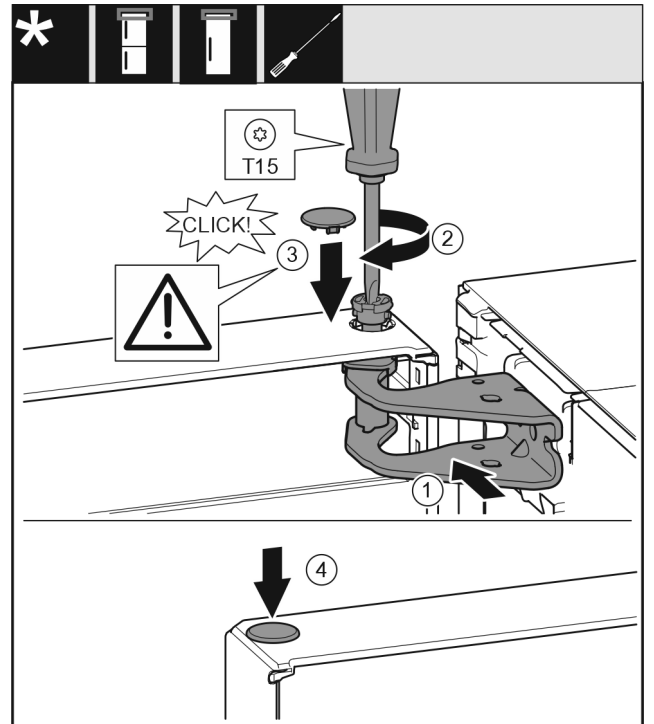

Fig. 24
- ▶ Kohdista ovi ylhäältä laakeripukin aukkoon. Fig. 24 (1)
- ▶ Aseta pultti paikalleen ja kiristä se T15-ruuvimeisselillä. Fig. 24 (2)
- ▶ Suojakannen kiinnittäminen oven suojaksi: Aseta suojakansi paikalleen ja varmista, että se on tiukasti ovea vasten. Muussa tapauksessa pultti on työnnettävä kokonaan sisään. Fig. 24 (3)
- ▶ Kiinnitä nasta. Fig. 24 (4)